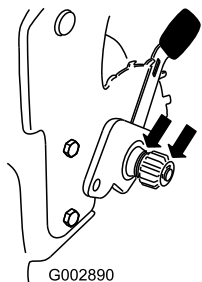

Figura 50
2. Applicate dell'olio lubrificante sui lati interno ed esterno delle corone dentate, come illustrato nella Figura 50.